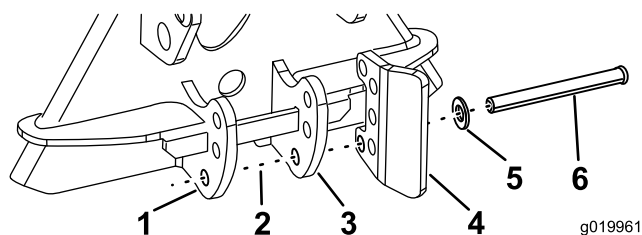
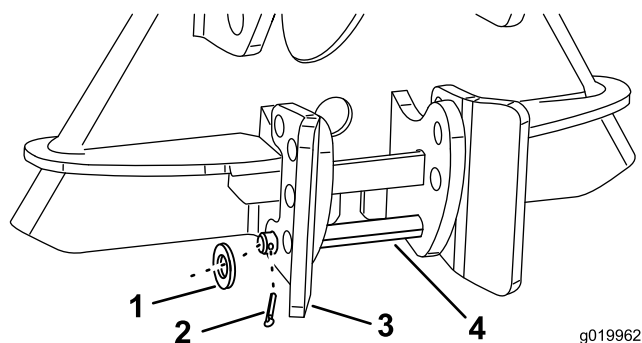

Figure 8
Figure 9
1. Placez l'axe de chape et une rondelle dans le trou inférieur de l'une des plaques de butée de râtelier, à travers la plaque de butée droite et le mécanisme de verrouillage (Figure 8).
- Insérez l'axe dans la plaque de butée gauche et le trou inférieur de l'autre plaque de butée de râteau (Figure 8 et Figure 9).
- Glissez une rondelle sur l'axe de chape et fixez-la avec une goupille fendue, en repliant les extrémités de celle-ci pour la fixer en place (Figure 9).